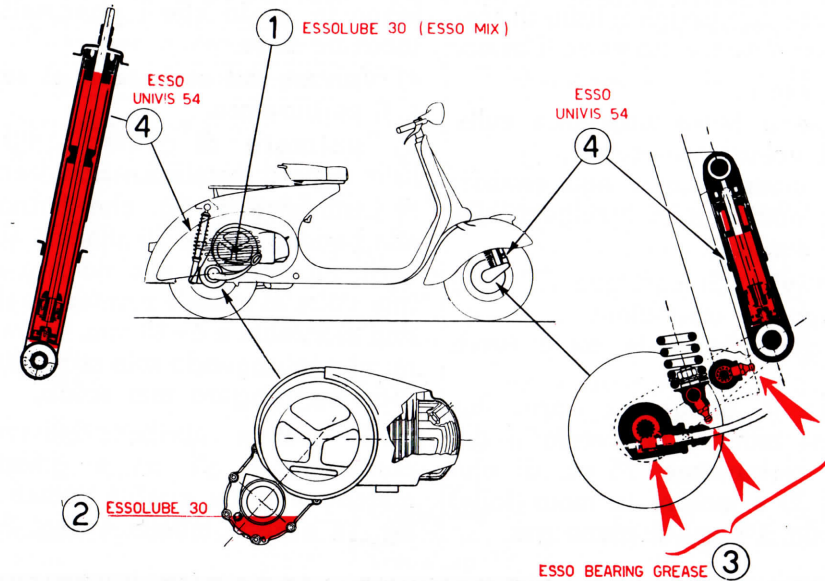

Fig. 14 - Schema della lubrificazione
**N. B.** - Per la lubrificazione usare esclusivamente gli oli e grassi delle marche e delle qualità indicate nella fig. 14 e nella tabella a pag. 24.